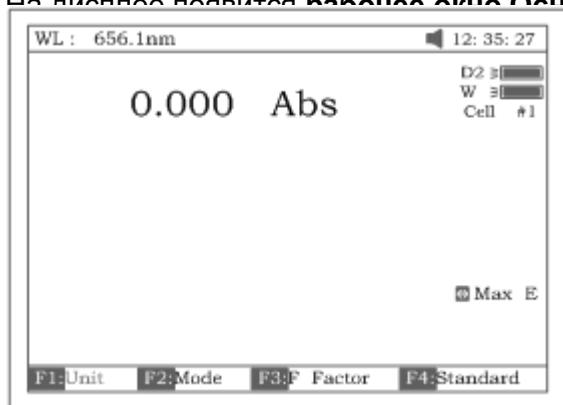

Рис. 18.
На дисплее появится рабочее окно **Основного режима**, изображённое на рис. 18.
- Находясь в рабочем окне основного режима (рис. 18) нажмите клавишу **[УСТАНОВИТЬ]**.
- После ввода нужного значения нажмите **[ВВОД]**. Прибор автоматически перейдёт к введённой длине волны. Её значение отобразится в левом верхнем углу экрана (рис.18).